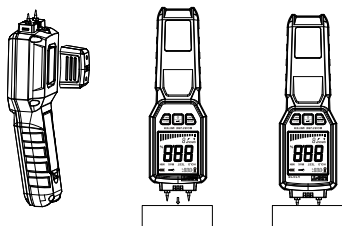

Bild 3
- 3) Avlägsna skyddskapseln och silikonhöljen, lagra skyddskapseln i bakre kompartimentet (Bild 3).
- 4) Infoga produktproben vertikalt i föremålet som ska inspekteras, och maximalt infästningsdjup är probens gränsposition. (Bild 3).